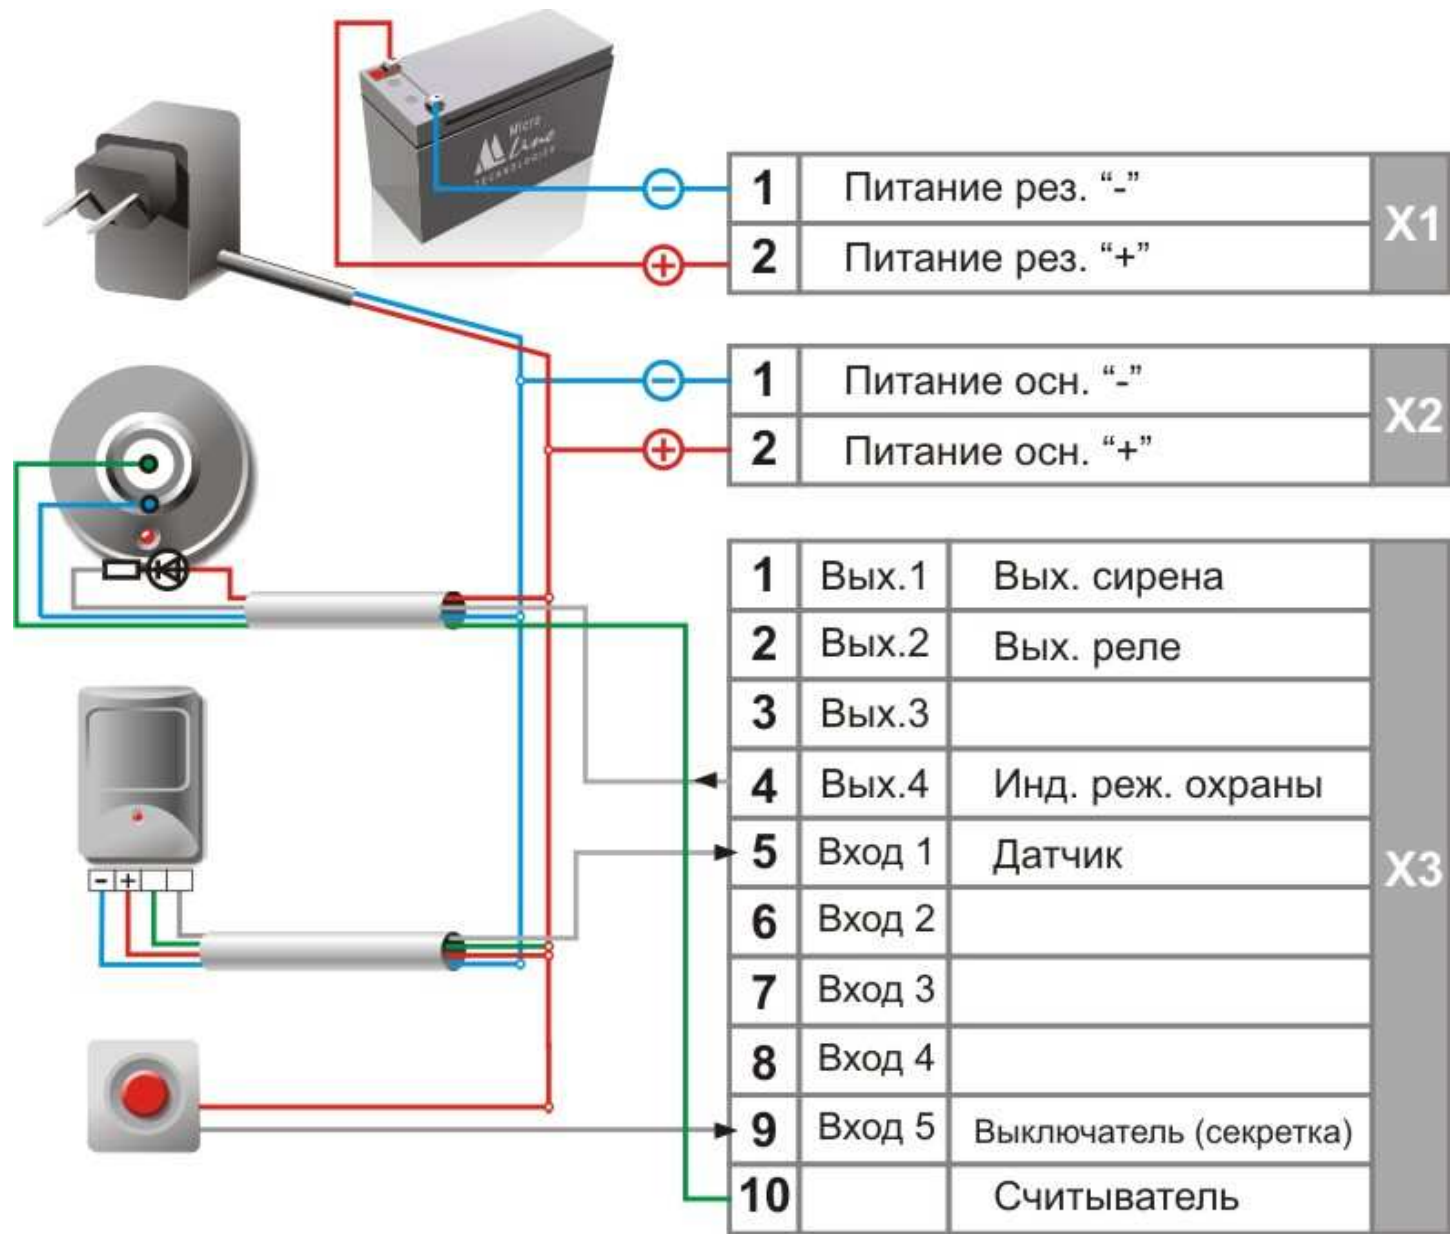

Рисунок 5.
- произведите монтаж соединительных линий соответственно схеме (Рисунок 5);